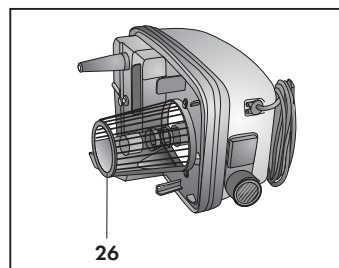

Fig. 30
Chaque fois que vous nettoyez la partie inférieure (H) de l'appareil, nettoyer aussi le filtre (39) en le décrochant et en le lavant à l'eau courante (**Fig. 30**).